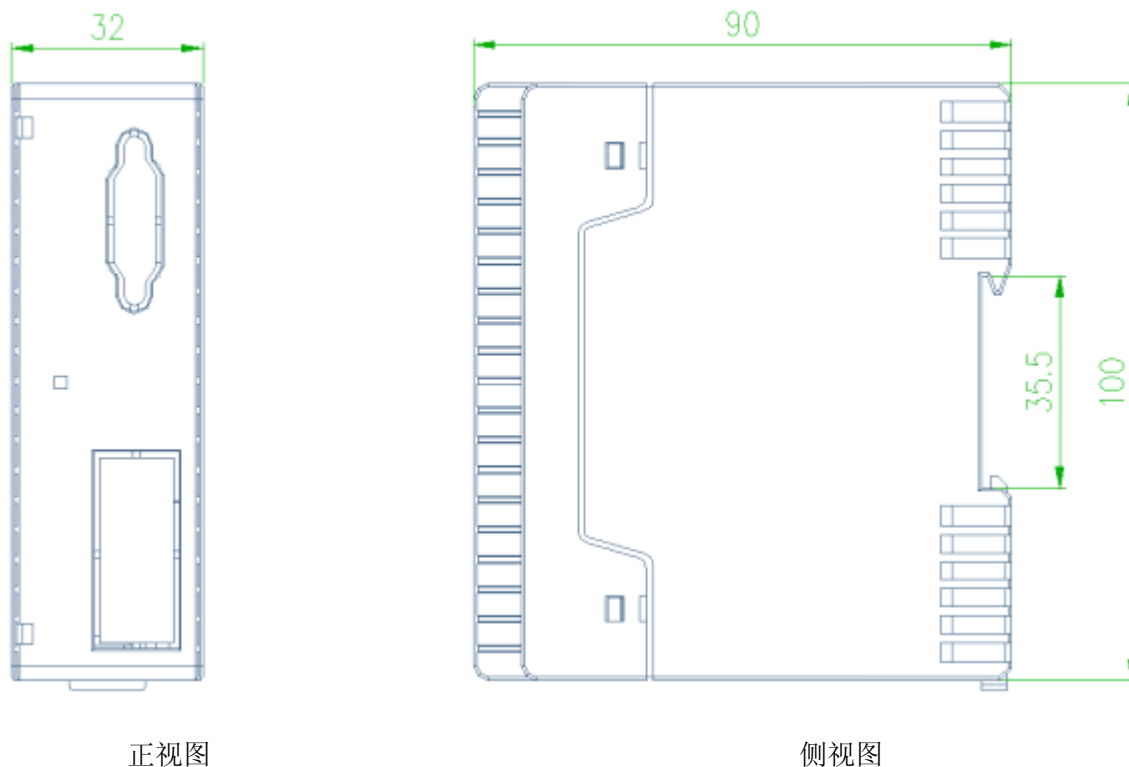

图7 PROFINET、单路 PROFIBUS_DP、以太网通讯模块外形尺寸
5.2.2 PROFINET 通讯模块、单路 PROFIBUS_DP 通讯模块、以太网通讯模块外形尺寸如图 7 所示，各通讯模块采用导轨安装：